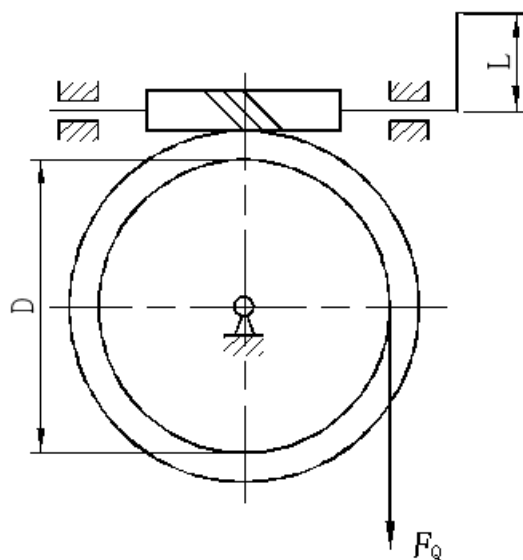

图 2
4. 图 2 所示为手动蜗杆传动起重装置。已知模数 $m=4\text{mm}$ ，蜗杆分度圆直径 $d_1=40\text{mm}$ ，蜗杆头数 $z_1=1$ ，蜗轮齿数 $z_2=90$ ，滚筒直径 $D=300\text{mm}$ ，起重量 $F_Q=8000\text{N}$ ，蜗轮副的当量摩擦系数 $f_v=0.12$ （忽略轴承的效率），作用在手柄上的推力 $F=150\text{N}$ ，求：